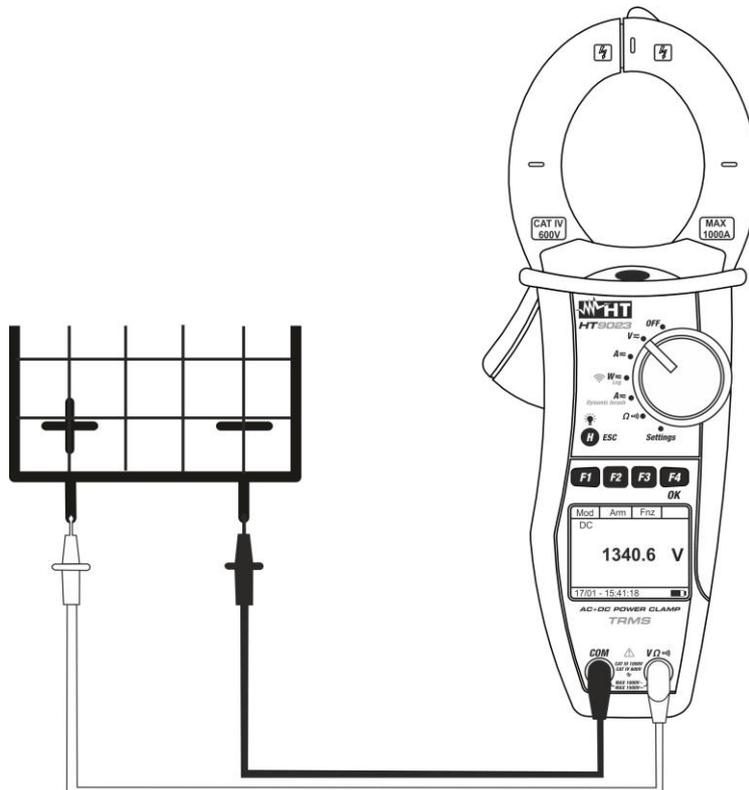

Fig. 5 : Mesure de tension CC
- Insérez le câble rouge dans l'entrée **VΩ[Ⓜ]** et le câble noir dans l'entrée **COM**, et positionnez les câbles sur les points souhaités du circuit à tester (voir Fig. 5).